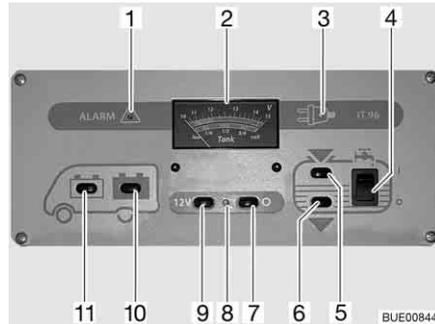

Bild 140 Panel IT 96-2
Der 12-V-Hauptschalter (Bild 140,7 und 9) schaltet das Panel und die 12-V-Versorgung des Wohnraums ein und aus.
Einschalten: ■ Schalter (Bild 140,9) drücken "12 V": Die 12-V-Versorgung des Wohnraums ist eingeschaltet. Die Kontroll-Leuchte (Bild 140,8) leuchtet grün.
Ausschalten: ■ Schalter (Bild 140,7) drücken "O": Die 12-V-Versorgung des Wohnraums ist ausgeschaltet. Die Kontroll-Leuchte (Bild 140,8) erlischt.
Beim Anzeigeeinstrument V/Tank (Bild 140,2) die obere Skala beachten. Das Anzeigeeinstrument wird automatisch beleuchtet, sobald ein Schalter gedrückt wird.
- Schalter (Bild 140,11) drücken "☰": Die Batteriespannung der Starterbatterie wird angezeigt.
- Schalter (Bild 140,10) drücken "☰": Die Batteriespannung der Wohnraumbatterie wird angezeigt.
Beim Anzeigeeinstrument V/Tank (Bild 140,2) die untere Skala beachten. Das Anzeigeeinstrument wird automatisch beleuchtet, sobald ein Schalter gedrückt wird.
- Schalter (Bild 140,5) drücken "": Die Wassermenge wird angezeigt.
- Schalter (Bild 140,6) drücken "": Die Abwassermenge wird angezeigt.
- Wippschalter (Bild 140,4) oben drücken "I": Die Wasserversorgung ist eingeschaltet.
- Wippschalter (Bild 140,4) unten drücken "O": Die Wasserversorgung ist ausgeschaltet.
Die rote Warnleuchte "ALARM" (Bild 140,1) blinkt, sobald die Spannung der Wohnraumbatterie 11 V (Messung im laufenden Betrieb) unterschreitet und damit Tiefentladung droht.
Die 12-V-Kontroll-Leuchte (Bild 140,8) leuchtet, wenn der 12-V-Hauptschalter (Bild 140,9) eingeschaltet ist.
Die gelbe 230-V-Kontroll-Leuchte (Bild 140,3) leuchtet, wenn am Eingang des Elektroblocs Netzspannung vorhanden ist.